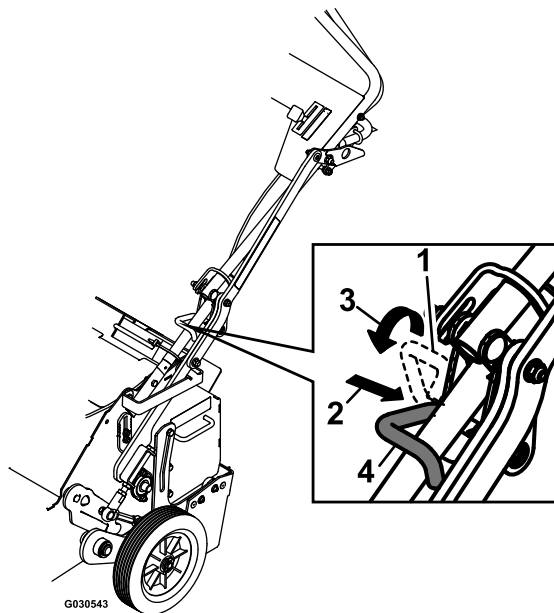

Figura 19
3. Intente bloquear el pestillo de transporte en el brazo inferior; consulte la Figura 19.